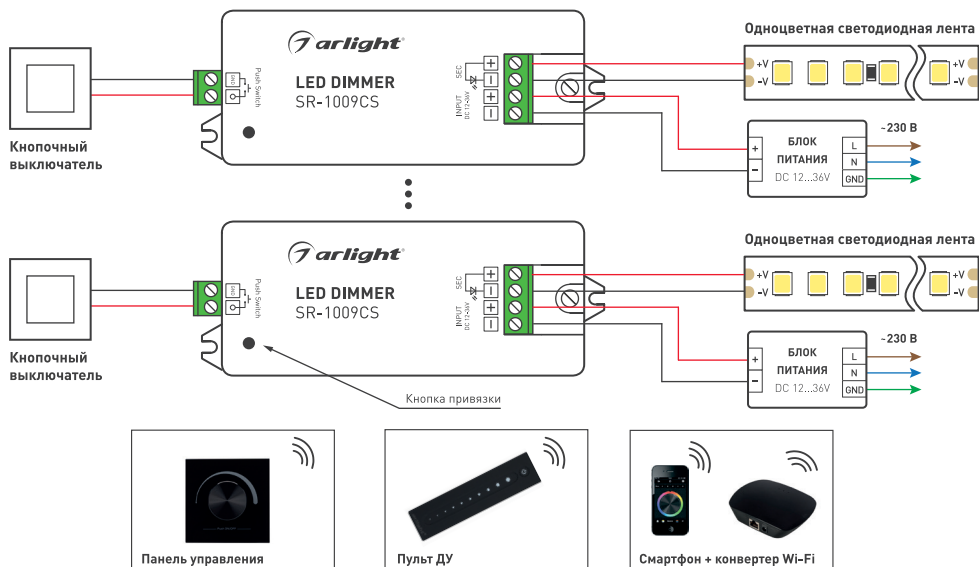

Рисунок 2. Схема подключения на примере контроллера SR-1009CS.
- 3.8. Подключите диммеры и светодиодную ленту [см. инструкции к используемому оборудованию]. Пример подключения диммеров приведен на Рис. 2.